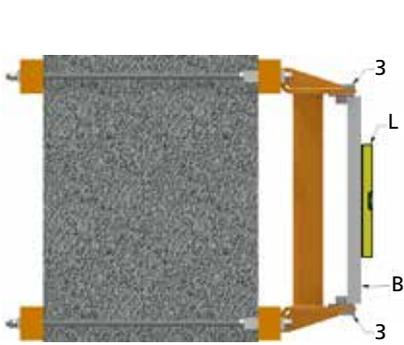

Abb.38a
- c. Mit Hilfe einer Wasserwaage L und einer Stange B, die direkt auf die Drehstifte 3 gelegt werden muss, die senkrechte Ausrichtung der Rotationsachse prüfen (Abb. 38a - 38b).